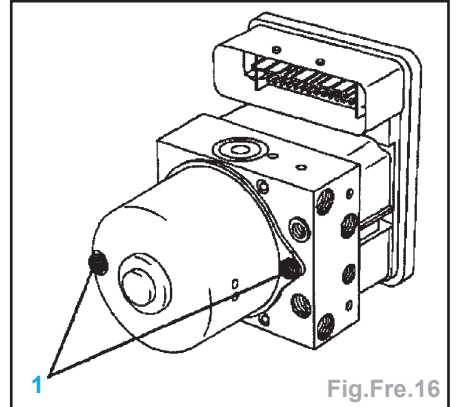

Fig.Fre.16
- les deux vis (1) de fixation sur la pompe hydraulique (Fig.Fre.16),